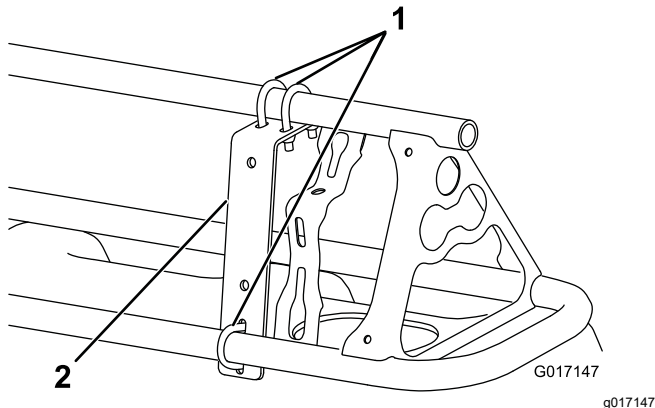
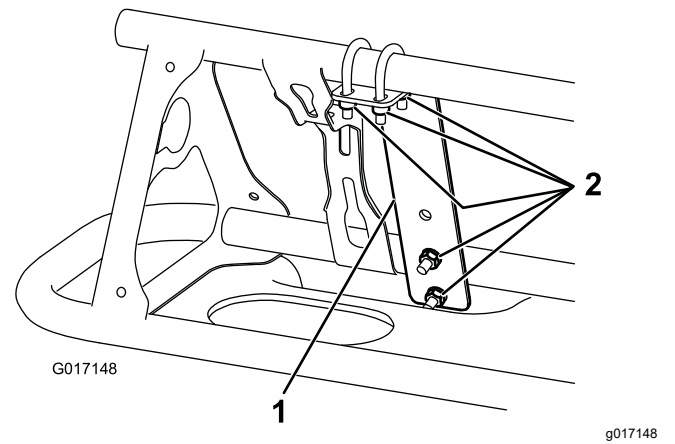

図 15
図 16
1. 各ブームの一番外側のノズル図 15 と 図 16 の近くに、取り付けブラケットをブームの前側に取り付けるU ボルト3本、ロックナット6個を使用。